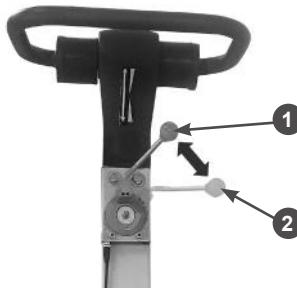

Рис. 10 Рычаг газа
3. Переведите рычаг газа на 1/3 хода в сторону положения максимальных оборотов двигателя (Рис. 10).
- Переведите двигатель в режим холостого хода, для этого переведите рычаг газа в положение холостых оборотов двигателя (Рис. 10).